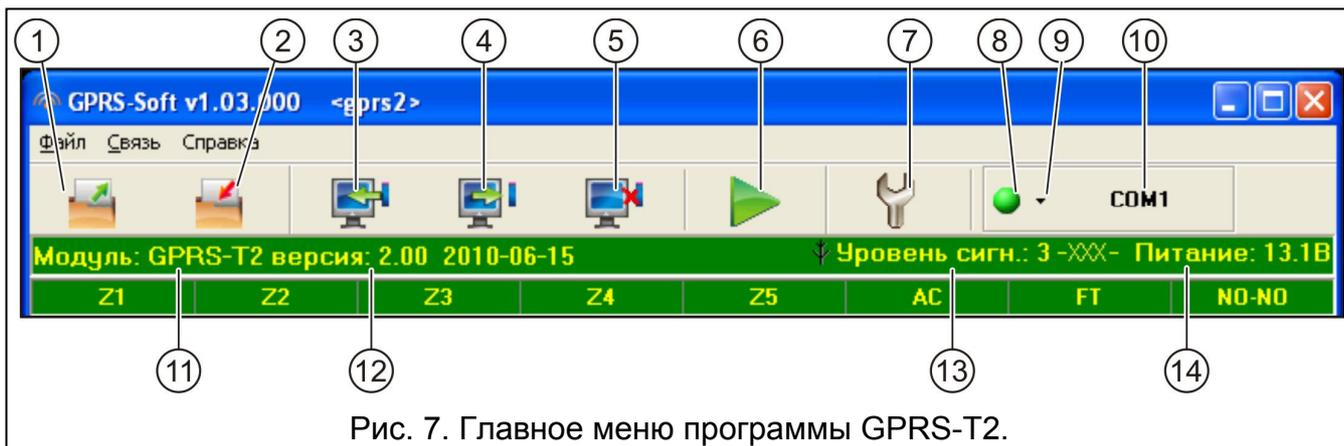

Рис. 7. Главное меню программы GPRS-T2.
COM-порт компьютера должен быть подключен к порту RS-232 (TTL) на плате электроники модуля. Кабели для подключения продаются в комплекте, артикул в прайс-листе DB9FC/RJ-KPL. В программе GPRS-SOFT следует указать номер COM-порта компьютера, предназначенного для связи с модулем. С этой целью следует кликнуть указателем мыши по кнопке „Настройка” (см.: рис. 7 и пояснения к рисунку) и в окне, которое отобразится, выбрать один из доступных портов COM-компьютера. Программа соединяется с модулем после включения выбранного COM-порта.
2. Кликнуть указателем мыши по кнопке „Настройка” (см.: рис. 7, пояснения к рисунку). В открывшемся окне, впишите номер TCP-порта, выбранного для связи с модулем. Этот номер будет находиться в SMS-сообщении, отправленном на номер GSM-телефона модуля, с целью установления связи.
3. Кликните указателем мыши по кнопке  (см. рис. 7). В открывшемся меню выберите вкладку „TCP/IP”. Сервер будет активирован.